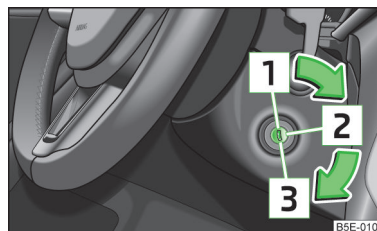

Fig. 117
- În timpul deplasării, la oprirea motorului, cheia trebuie să se găsească întotdeauna în poziția **2** » fig. 117 la pagina 119 (contact cuplat). Această poziție este semnalizată prin aprinderea de lămpi de control. Dacă acest lucru nu se întâmplă, mecanismul de direcție se poate bloca neintenționat - Pericol de accident!
**Motoare pe benzină » fig. 117**
**Motoarele diesel » fig. 117**
Dacă **mechanismul de direcție este blocat** iar cheia nu se poate roti, sau se rotește cu greu în poziția  » fig. 117, atunci volanul trebuie rotit puțin înapoi și înapoi - astfel se deblochează mecanismul de direcție.
- Cuplați contactul [2] » fig. 117 la pagina 119.
Opriti motorul prin rotirea cheii de contact în poziția [1] » fig. 117 la pagina 119.